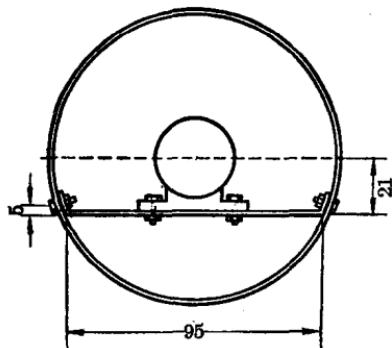
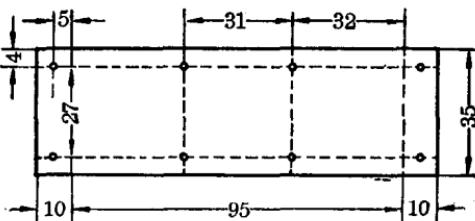
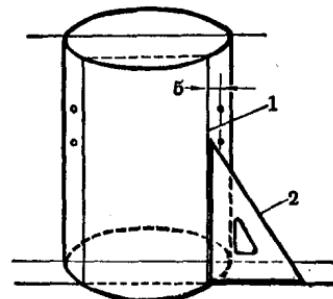

图 7
图 8
图 10
i. 机座铁皮划线 先如图 7 中量得机轴离机座距离为 21 毫米, 求得相应的弦长为 95 毫米, 然后在 115×35 (毫米)² 的机座铁皮(图 8)上划线, 图中 95 毫米的两旁 10 毫米是铁皮向上弯边装螺钉部分, 铁皮上居中四孔为装机座螺钉用, 四角的孔为固定
ii. 圆筒体钻孔 因叶片需装在离筒口 60 毫米的地方，所以圆筒上安装机座铁皮的螺钉孔应开在离圆筒口 72 毫米和 99 毫米两个圆周上，(图 8、9) 究竟应在圆周的哪四点上，可按图 10 所示方法，把圆筒立起，用角尺从代表机座铁皮的弦两端，将角尺沿圆筒外壁向右平移 5 毫米，然后沿圆筒外壁引竖直线与上述两个圆周相交，这相交的四个交点，便是开孔装螺钉的位置。